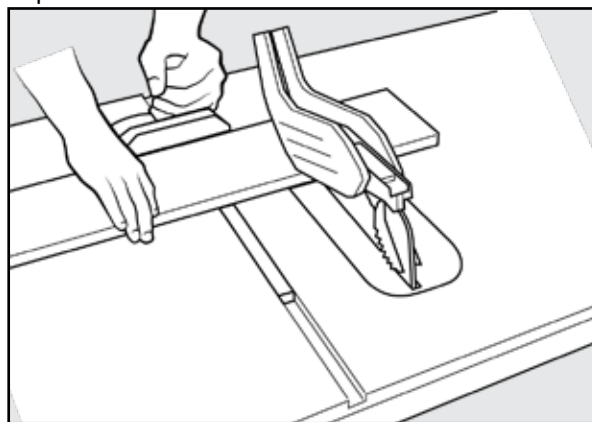

FIGURA 29
Para realizar un corte transversal, consulte la Figura 29 y siga este proceso:
El corte transversal biselado es igual al corte transversal excepto que el ángulo de biselado (A) se ajusta a un ángulo distinto a 0°. Cuando realice un corte transversal biselado, coloque el medidor de inglete en la ranura de inglete derecha de modo que la hoja se incline lejos de la galga y las manos. Consulte la Figura 29.